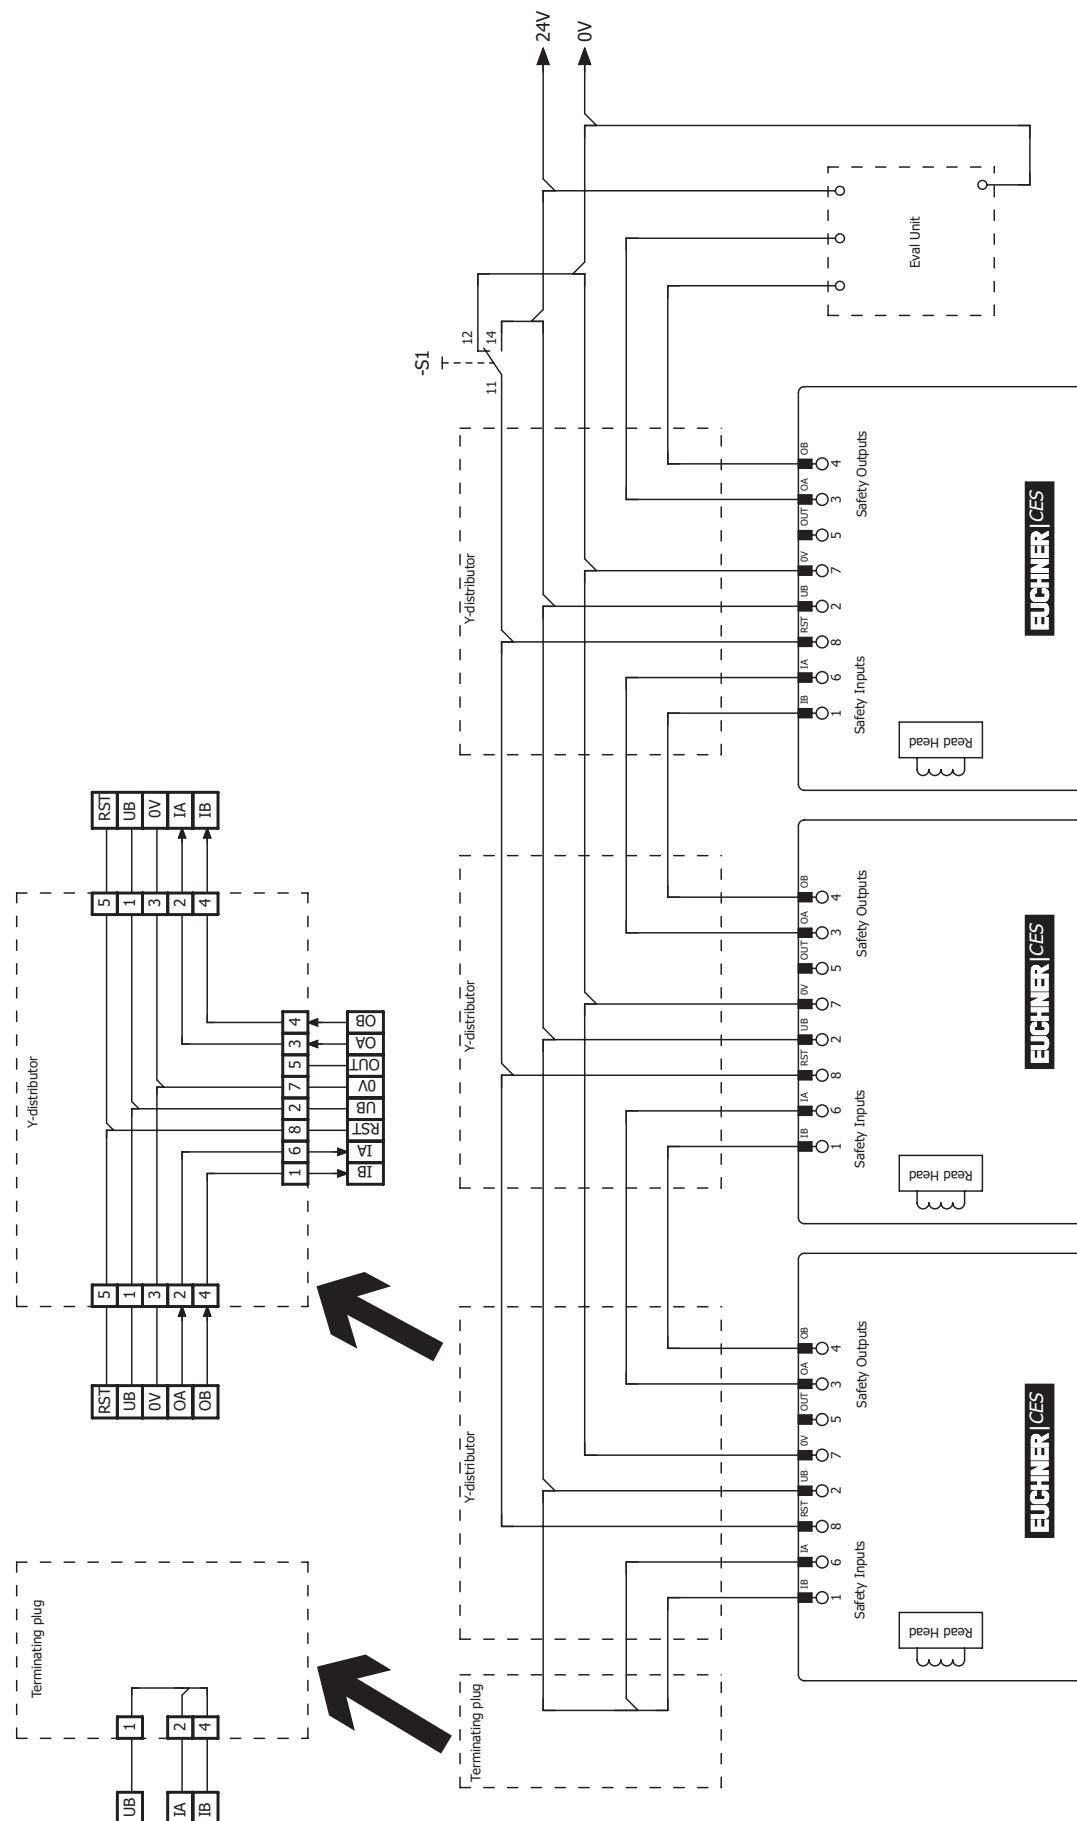

Fig. 4: Esempio di collegamento in serie con reset e deviatore
- Si dovrà utilizzare un segnale comune per tutti i finecorsa di una catena. Questo potrebbe provenire da un deviatore oppure dall'uscita di un sistema di controllo. Un pulsante, in questo caso, non è idoneo poiché durante l'esercizio il reset deve sempre essere applicato a GND (vedere finecorsa S1 alla *Fig. 4 a pagina 18*).
Perché questo sia possibile, l'ingresso RST deve essere collegato come illustrato alla Fig. 4 a pagina 18.